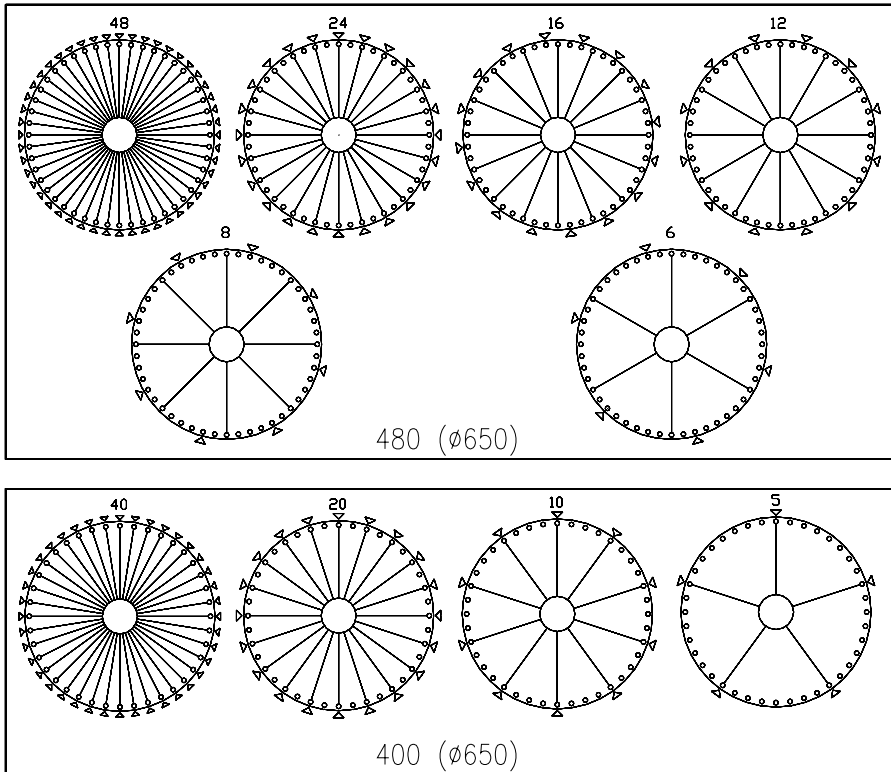

FIG. 7
Los discos de selección suministrados en el distribuidor, tienen los compartimientos preajustables como se muestra en FIG. 6 - FIG. 7. Tal vez sea necesario cambiar las dimensiones de los compartimientos para alojar diferentes tipos de productos. Se puede variar el número de los compartimientos, quitando o agregando los tabiques divisorios. El número de los espacios por cada disco podrá ser de: 6, 8, 12, 16, 24, 48 - 5, 10, 20, 40. Cuando se modifica el número de los espacios, es necesario desplazar también las planchas corredizas ubicadas sobre la plantilla cubre-discos FIG. 5. Es necesario, además, agregar o quitar las tapitas que bloquean los pistoncitos, de acuerdo al ancho del compartimiento. A continuación se describen los dos procedimientos posibles para sustituir los tabiques.
- 8) Poner los tapitas en todos los orificios que se deben cerrar, como se muestra en la FIG. 7.